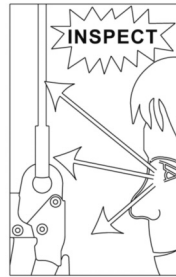

Figure 1
4. Connexion au point d'ancrage: le dispositif d'ancrage ou le point d'ancrage doit toujours être placé pour minimiser à la fois le potentiel de chute et la distance de chute potentielle. Vous devez choisir un emplacement de point d'ancrage rigide qui évite les chutes libres et les risques de chutes oscillantes. L'appareil ou le point d'ancrage doit être placé au-dessus de la position de l'utilisateur. Assurez-vous que le dispositif d'ancrage ou les éléments de structure sont conformes à la norme EN795: 2012 avec une résistance minimale de 12KN et l'angle maximal par rapport aux dispositifs verticaux de moins de 40 degrés (figure 1).